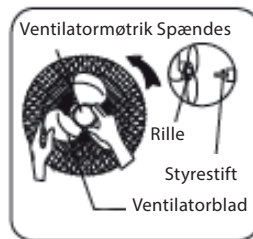

Fig. 2
2. Sæt ventilatorhjulet på akslen, og spænd ventilatormøtrikken godt. TIPS: Sørg for, at motorakslens stift går ind i rillen på ventilatorhjulet. (Fig. 2)